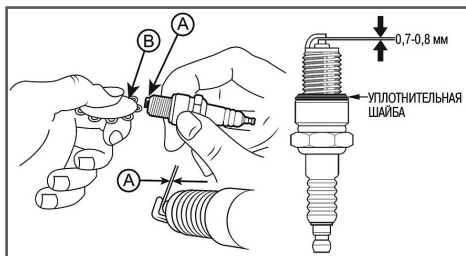

Рис. 30 Проверка межэлектродного зазора
4. Измерьте зазор А между электродами свечи зажигания специальным щупом В. Зазор должен быть 0,7-0,8 мм (Рис. 30). При увеличении или уменьшении требуемого зазора, рекомендуется заменить свечу, так как регулировка зазора может привести к изменению качества искрообразования.